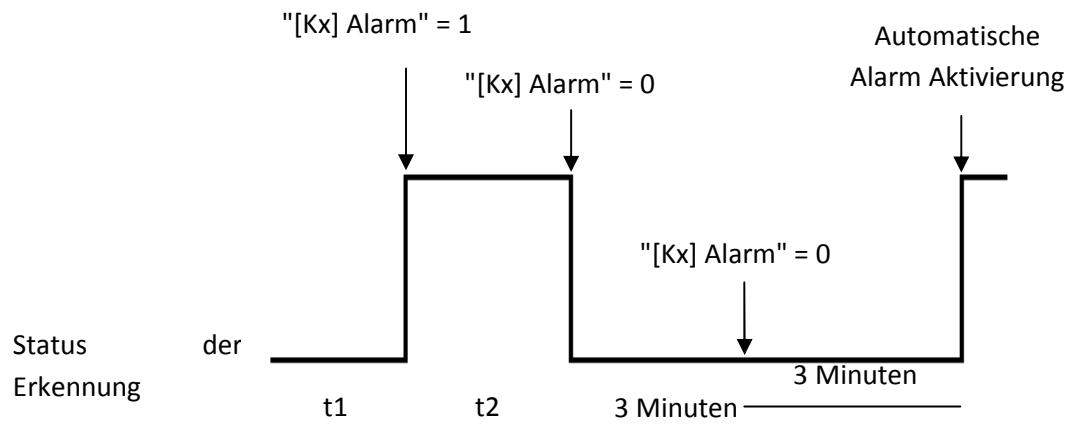

Bild 3.16 Beispiel zyklische Überwachung
*Es wurde für Alarm 1 ein Überwachungszyklus von 3 Minuten konfiguriert. Der Auslöser des Alarms ist eine "1" und die damit verbundene Aktion besteht aus dem Aufwärtsfahren der Jalousie bzw. dem Abwärtsfahren bei Deaktivierung. Bei Jalousie in der unteren Endlage wird auf dem mit der Alarmfunktion verknüpften Kommunikationsobjekt eine "1" empfangen, wodurch dieser aktiviert wird und die Jalousie nach oben fährt. Solange der Alarm nicht deaktiviert wird, bleibt jegliche Aktion auf dem betreffenden Kanal ohne Wirkung. Nach einer bestimmten Zeit (t2) wird auf dem Alarmobjekt eine "0" empfangen, was zur Deaktivierung des Alarms führt und somit die Jalousie nach unten fährt. Bevor die parametrierte zyklische Überwachungszeit vorüber ist (3 Minuten), wird ein neuer Befehl zu Deaktivierung des Alarms empfangen, wodurch diese Zeit von Neuem beginnt. Nach drei Minuten ohne dass ein Telegramm auf dem Alarmobjekt empfangen wurde, wird der Alarm erneut aktiviert, was eine Aufwärtsfahrt der Jalousie zur Folge hat. Genau wie im vorigen Fall, bleibt jegliche Aktion auf dem Ausgang ohne Wirkung, bis der Alarm deaktiviert wird. Siehe Bild 3.16*